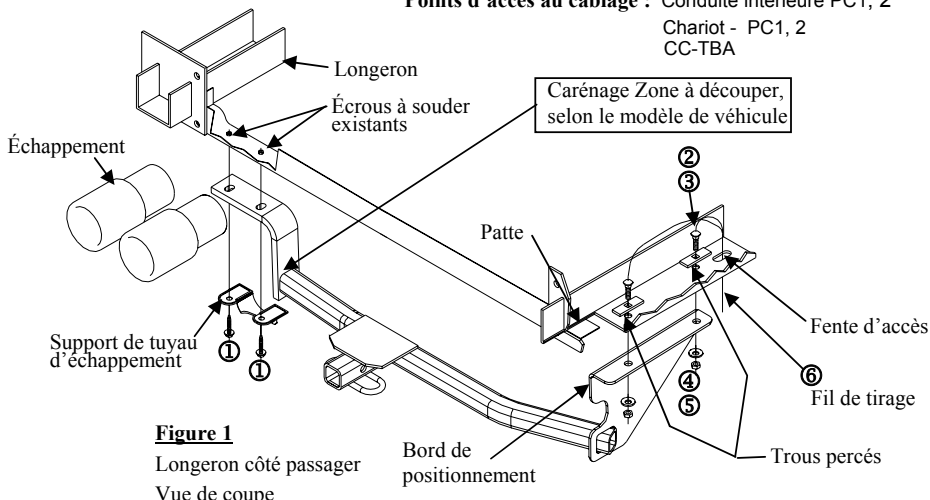
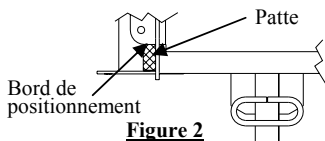

Figure 1
Figure 2
①	Qté (2)	Boulon M8 X 1.25 X 55 CL9.8	④	Qté (2)	Rondelle conique 7/16"
②	Qté (2)	Boulon de carrosserie 7/16-14 X 1.50 GR5	⑤	Qté (2)	Écrou 7/16-14
③	Qté (2)	Bloc ¼ X 1 X 3	⑥	Qté (1)	Fil de tirage
- Retirer le carénage de plastique recouvrant le longeron de châssis côté passager en enlevant les cinq (5) vis Torx. Remettre le carénage et les vis au propriétaire du véhicule. Enlever les deux écrous en plastique des pattes du carénage (ne pas jeter).
- Pour abaisser le tuyau d'échappement, enlever les deux (2) boulons du support de crochet de suspension, comme illustré à la figure 1. Remettre les boulons au propriétaire.
- Faire glisser le support situé côté conducteur au-dessus du support de tuyau d'échappement. Remarque : Intercaler le support d'attelage entre le cadre de châssis et le support de tuyau d'échappement. Installer sans trop serrer les deux (2) boulons M8. Remarque : Faire pivoter l'attelage pour faciliter l'installation.
- Aligner le support côté passager sur le bord de positionnement et la patte (voir Figure 2) (s'assurer que l'attelage est aligné perpendiculairement au véhicule en veillant à ce que le support repose à plat contre le longeron de châssis). Il se peut que le support côté passager doivent être poussé à plat contre le longeron. Utiliser ensuite l'attelage comme gabarit pour marquer l'emplacement des trous à percer. Percer des trous de 1/2 po de diamètre.